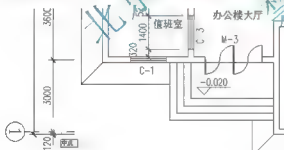

图 3.104 确定图块的插入点
(2) 在指定插入点或 [基点(B)/比例(S)/旋转(R)/预览比例(PS)/预览旋转(PR)]: 提示下, 捕捉如图 3.104 所示的点作为插入点。